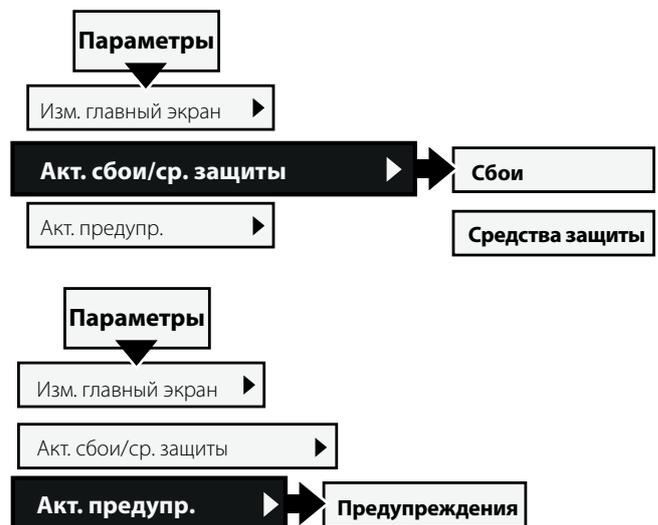

Рис. 6.15
**Отображение мин. сигнала как** — нажмите клавишу «Изм.» для выбора минимального масштабированного значения, которое должно отображаться на главном экране. Используйте клавиши навигации для изменения значения. Нажмите клавишу «Сохран.» для сохранения значения. См. **3** на **Рис. 6.15**.
**Отображение макс. сигнала как** — выберите максимальное масштабированное значение, которое должно отображаться на главном экране. Используйте клавиши навигации для изменения значения. Нажмите клавишу «Сохран.» для сохранения значения. См. **3** на **Рис. 6.15**.
**Отобр. единиц** — введите единицы, которые должны отображаться на главном экране. Можно ввести единицы длиной до 10 символов. Используйте клавиши навигации для изменения символов. Нажмите клавишу «Сохран.» для сохранения названия единиц на главном экране. См. **4** на **Рис. 6.15**.
Навигацию см. на **Рис. 6.15**.